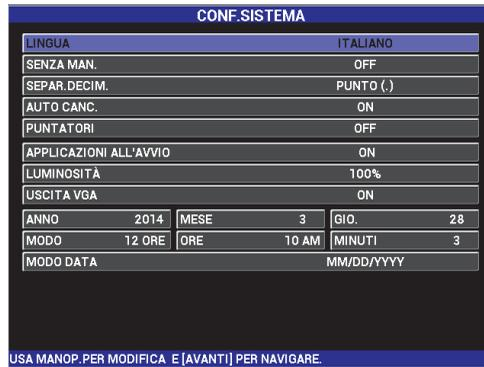

Figura 3-1 La schermata CONF.SISTEMA
1. Premere due volte il tasto di menu ADV SETUP () , ed in seguito premere il tasto B per accedere alla schermata **CONF.SISTEMA** (configurazione sistema) [vedere Figura 3-1 a pagina 72].
1. Premere due volte il tasto di menu ADV SETUP () e, in seguito, premere il tasto B per accedere alla schermata **CONF.SISTEMA** (configurazione sistema) [vedere Figura 3-1 a pagina 72].
1. Premere due volte il tasto di menu ADV SETUP () ed in seguito premere il tasto B per accedere alla schermata **CONF.SISTEMA** (configurazione sistema) (vedere Figura 3-1 a pagina 72).
3. Nella schermata **CONF.SISTEMA** (vedere Figura 3-1 a pagina 72), usare il tasto FULL NEXT () per selezionare il parametro desiderato ed in seguito usare la manopola per modificare questo valore: